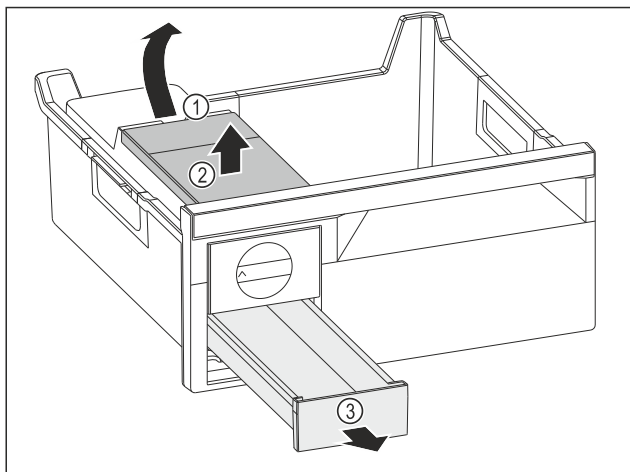

Fig. 182
- ▶ Изваждане на резервоара за вода: Повдигнете резервоара за вода при прореза Fig. 182 (1).
- ▶ Извадете резервоара за вода Fig. 182 (2) нагоре.
- ▶ Извадете чекмеджето за ледени кубчета Fig. 182 (3) напред.